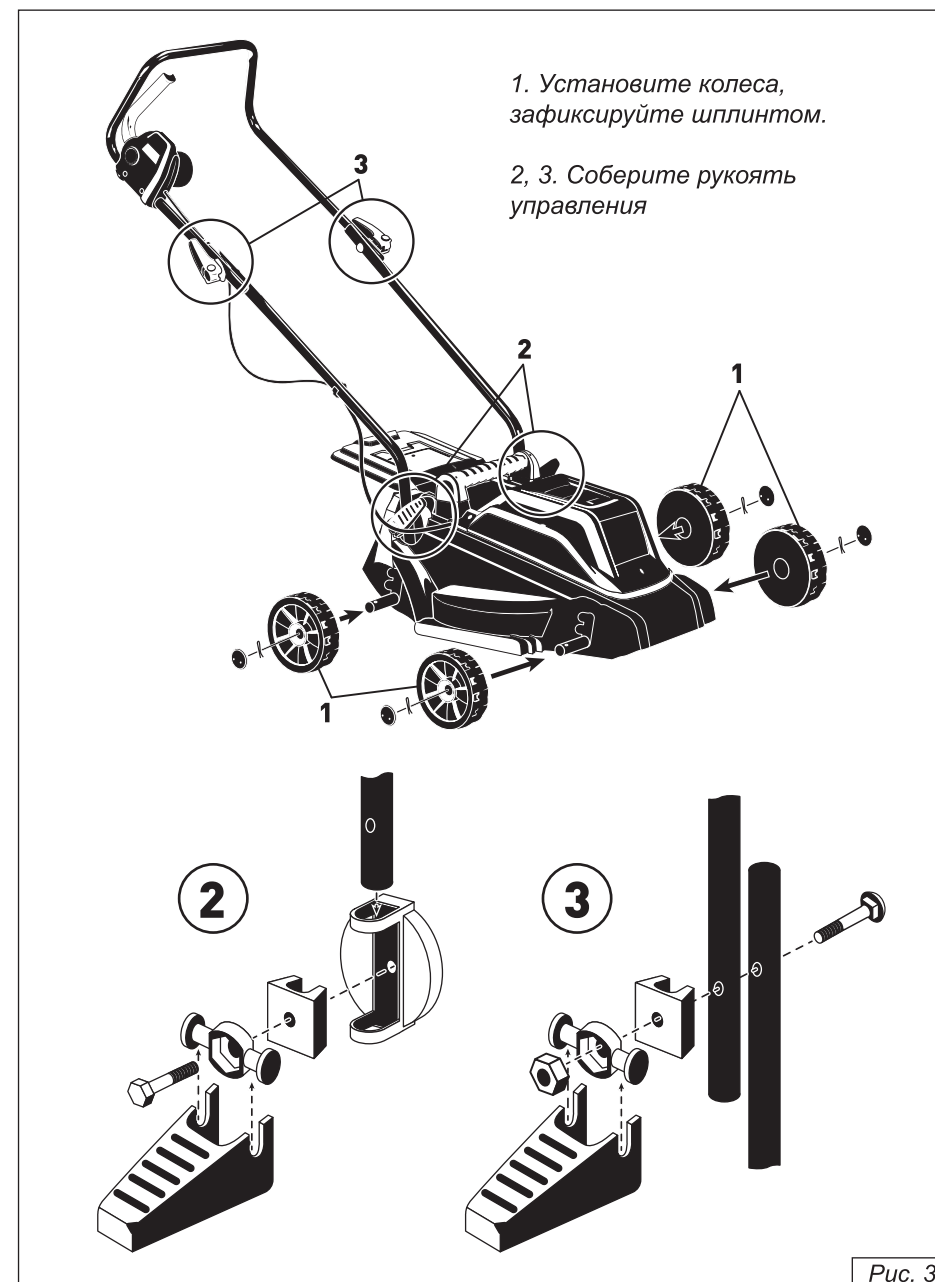

Рис. 3
6. СБОРКА ГАЗОНОКОСИЛКИ (рис. 3)